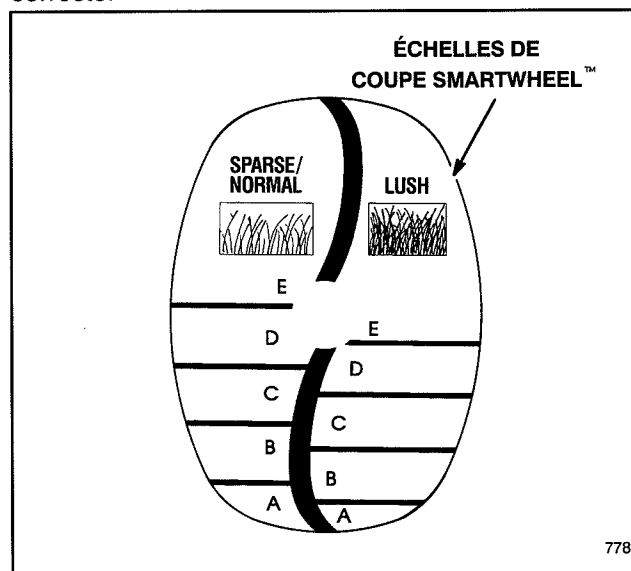

Figure 8
1. Avant de démarrer le moteur et de commencer à tondre, poussez la tondeuse dans l'herbe. Arrêtez lorsque les inscriptions SPARSE/NORMAL et LUSH apparaissent à l'endroit sur le dispositif SmartWheel de l'arrière de la roue gauche (Fig. 8).
2. Comparez la hauteur de l'herbe aux bandes de couleurs et lettres de l'échelle SmartWheel (Fig. 8) sur la roue. La couleur ou la lettre correspondant à la